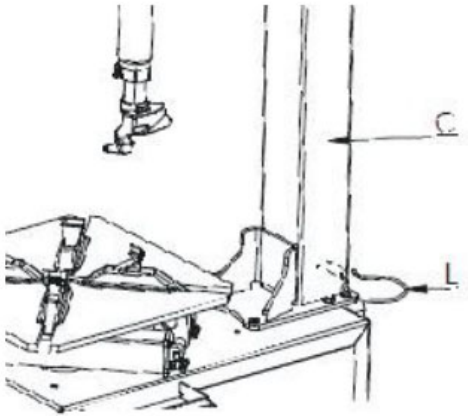

Abb.5-d
- Wie in Abb.5-d dargestellt, setzen Sie die L-Ring-Anschlusslöcher auf der rechten Seite der Säule C in $\phi 5$ ein.